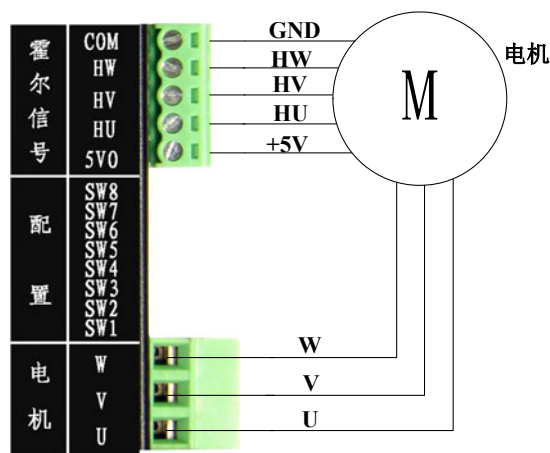

图 3.4 电机接线图
- 1) 断开驱动器电源。将电机的U、V、W三相电源线接到驱动器电机接口的U、V、W，将电机的霍尔传感器电源线正负极(通常正极为红色，负极为黑色，具体参照电机的相关资料)分别接到驱动器霍尔信号接口的5V0和COM，霍尔传感器的三霍尔位置信号线接到驱动器霍尔接口的HU、HV、HW，如图 3.4 所示。